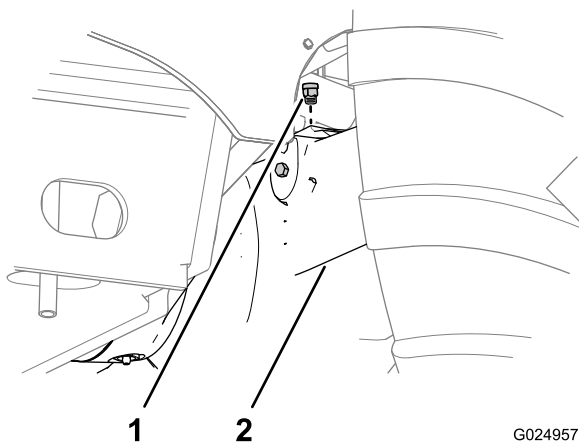
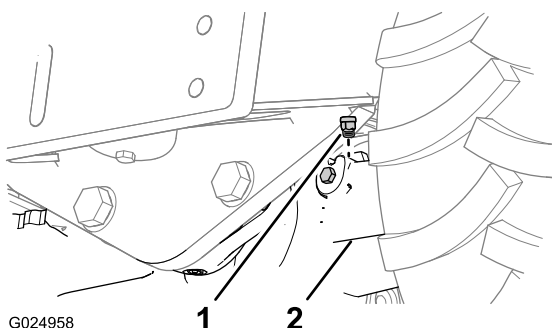

Figura 97
Figura 98
- Pulite la zona intorno agli sfiatoi con un solvente detergente (Figura 97 e Figura 98).
2. Togliete gli sfiatatoi dall'assale anteriore e dagli assali posteriori (Figura 97 e Figura 98).
5. Montate gli sfiatatoi sugli assali anteriori e posteriori (Figura 97 e Figura 98).